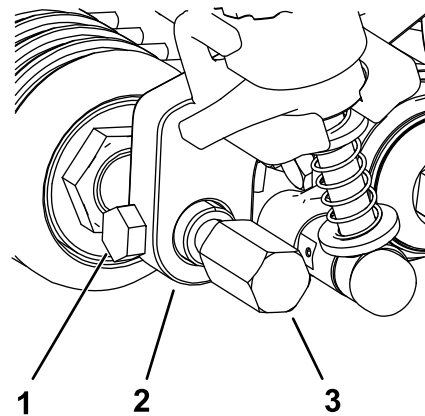

Figura 21
5. Introduzca y centre el eje del rodillo delantero entre los soportes de ajuste y sujételo con los 2 tornillos de montaje retirados de los soportes de ajuste antiguos (Figura 21).
6. Sujete los protectores del groomer a ambos lados del eje del rodillo delantero (Figura 21).